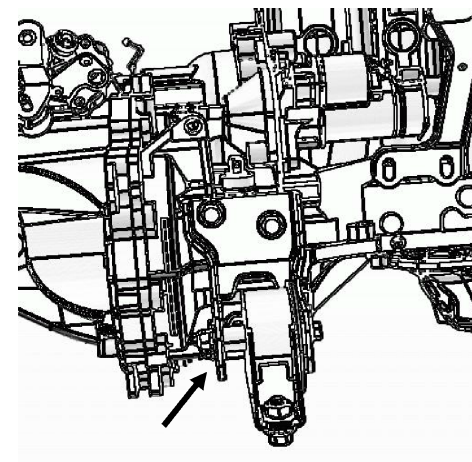

图 4
2.3.1 拆下发动机后悬置安装支座与后悬置安装支架之间相连接的 1 个横穿螺栓和 1 个六角螺母（如下图 4 所示）。
2.5.3 将发动机后悬置安装支架总成与后悬置安装支座总成相连接的 1 个横穿螺栓和 1 个六角螺母打力矩为 55 N.m（如图 4 所示）